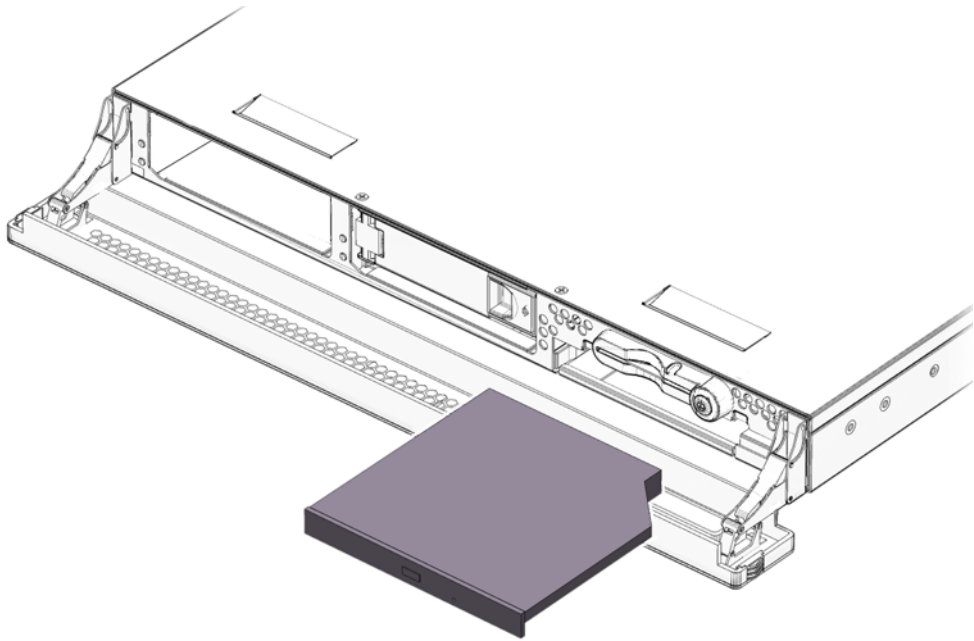

ABBILDUNG 2-4 Ausbauen eines DVD-Laufwerks
8. Öffnen Sie die Verschlüsse, mit denen das DVD-Laufwerk im Gehäuse befestigt ist (ABBILDUNG 2-4).